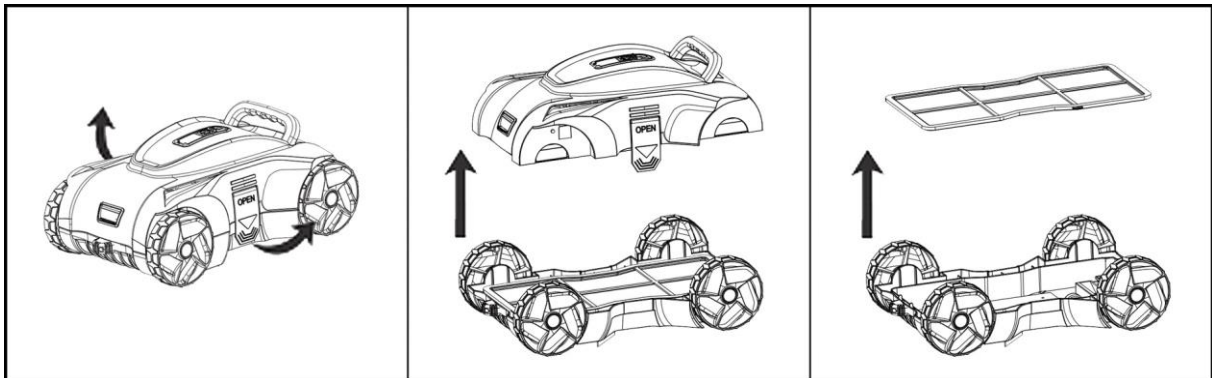

Abb. 5
- Öffnen Sie das Gerät an den beiden Fixierpunkten, um Deckel und Filtereinsatz entnehmen zu können (Abb. 5).